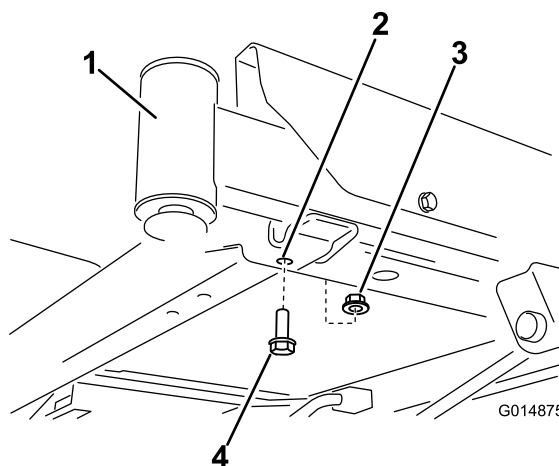
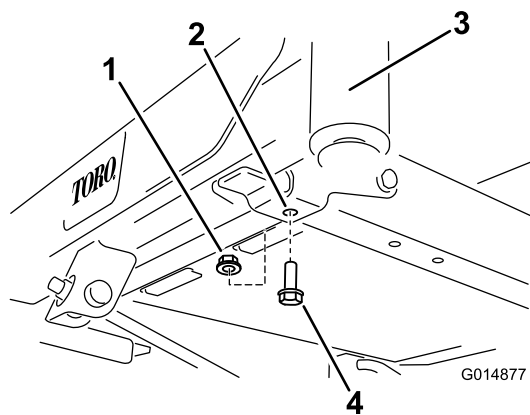

Figura 3
Figura 4
1. Localize os parafusos dianteiros na parte inferior da estrutura (Figura 3 e Figura 4).